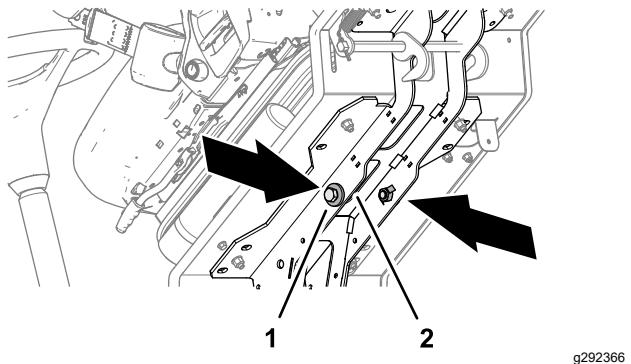

Bild 42
4. Entfernen Sie die beiden Schrauben (12 x 40 mm) und die beiden Beilagscheiben (12 mm) in den Stützschielen der Plattform (Bild 42).